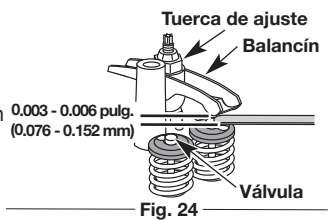

Fig. 24
7. Pase el calibrador de hoja entre el balancín y el resorte de retroceso de la válvula. Mida la holgura entre el vástago de la válvula y el balancín (Fig. 24). Mida las válvulas de admisión y las de escape.
- a. Dele vuelta a la tuerca de ajuste con una llave de 5/16 pulgadas (8 mm) o una llave de tuercas (Fig. 24).